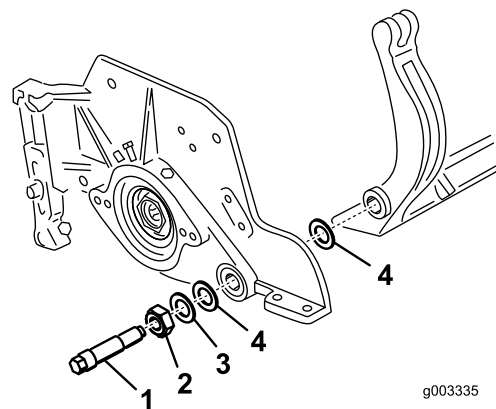
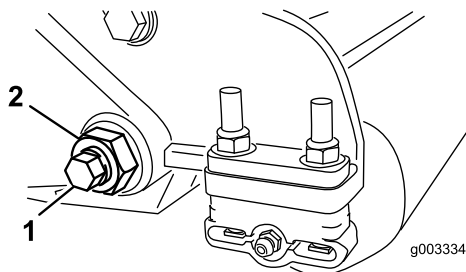

図 30
図 29
- ベッドバーボルト図 29を固定しているロックナット機体両側をゆるめる。
- 各ベッドバーボルトを抜いて、ベッドバーを下に引き抜いて外す図 29。ベッドバーの両端にナイロンワッシャとスチールワッシャが枚ずつあるので注意する図 30。
- ベッドバー・ボルトとボルトについているナットとワッシャ6枚で、ベッドバーを各サイドプレートに固定する。ナイロンワッシャはサイドプレートの両側のボスに嵌め込む。ナイロンワッシャの外側からスチール製ワッシャを取り付ける(図 30)。ベッドバーボルトを 27-36 Nm (2.8-3.7 kg·m = 240-320 in·lb にトルク締めする。
が回らなくなるまでただし決して締めすぎになったりサイドプレートが変形したりしていないロックナットを締め付ける。内側のワッシャには遊びがあってよい図 30。